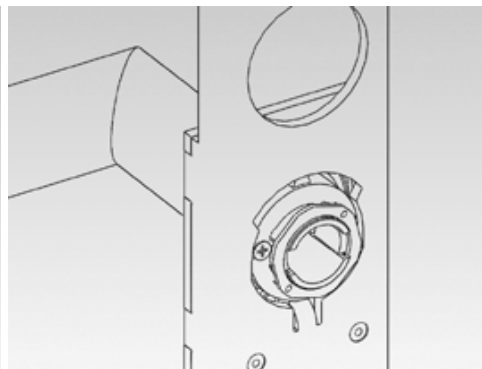
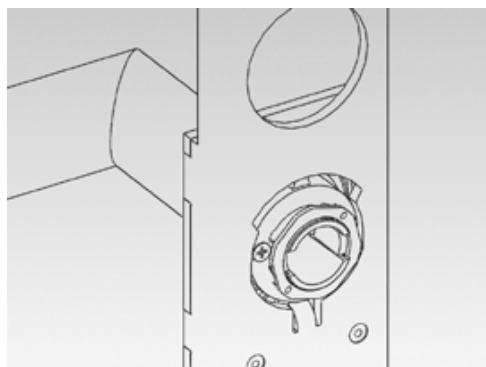

Abbildung 4:
Abbildung 5:
13. Den Außendrücker (3) festhalten und mit dem Gabelschlüssel den Drückerverschluss (5) bis zum Anschlag ca. 75° nach rechts verdrehen (Abbildung 4 und Abbildung 5). Bei nicht korrekter Montage ist es möglich, dass sich der Drücker wieder lösen kann.
14. Die Montage des Innenbeschlags (8) erfolgt von der Innenseite der Tür. Den Vierkant des Innenbeschlags durch die Nussaufnahme des Einsteckschlusses (6) schieben, und den Innenbeschlag (8) bis ca. 1 cm Entfernung auf die Tür schieben.
14. Die Montage des Innenbeschlags (8) erfolgt von der Innenseite der Tür. Den Vierkant des Innenbeschlags durch die Nussaufnahme des Einsteckschlosses (6) schieben, und den Innenbeschlag (8) soweit durchschieben, dass dieser bündig an der Tür anliegt.
15. Den unteren Abstandsbolzen (7) in den Außenbeschlag (4) einstecken, der obere Abstandsbolzen (7) ist werkseitig schon befestigt.
16. Das Kabel am Außenbeschlag durch die Öffnung der PZ/SR/BO-Öffnung des Einsteckschlosses (6) schieben und unbedingt darauf achten, dass dieses nicht gequetscht oder geknickt wird.
17. Gleichzeitig die Nussaufnahme des Außenbeschlags auf den Vierkant und die beiden Abstandsbolzen (7) durch die angebrachten Bohrungen der Tür schieben. Darauf achten, dass hierbei das Kabel des Innenbeschlags nicht gequetscht bzw. geknickt wird.
21. Den Verschlussdeckel der Elektronik des Innenbeschlags (8) vorsichtig aus der Halterung klicken und horizontal wegklappen. Hierbei unbedingt darauf achten, dass die Elektronik mechanisch nicht belastet wird oder anderweitig zu Schaden kommt.
22. Obere Batterie (10) vorsichtig aus der Halterung entnehmen. Die Batterie nur mit sauberen und fettfreien Handschuhen berühren!
23. Von der Innenseite der Tür die beiliegenden Schrauben (9) durch die Bohrungen des Innenbeschlags (8) schieben und handfest (ca. 5 – 7 Nm) mit den Abstandsbolzen (7) des Außenbeschlags montieren.